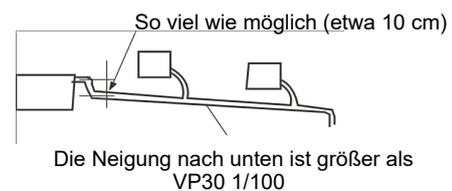

Abb. 4.2 Zentralisierte Entwässerung
- 6) Folgen Sie dem Bild. 4.2 für Rohre bei mittlerer Verlegung des Abflussrohrs.